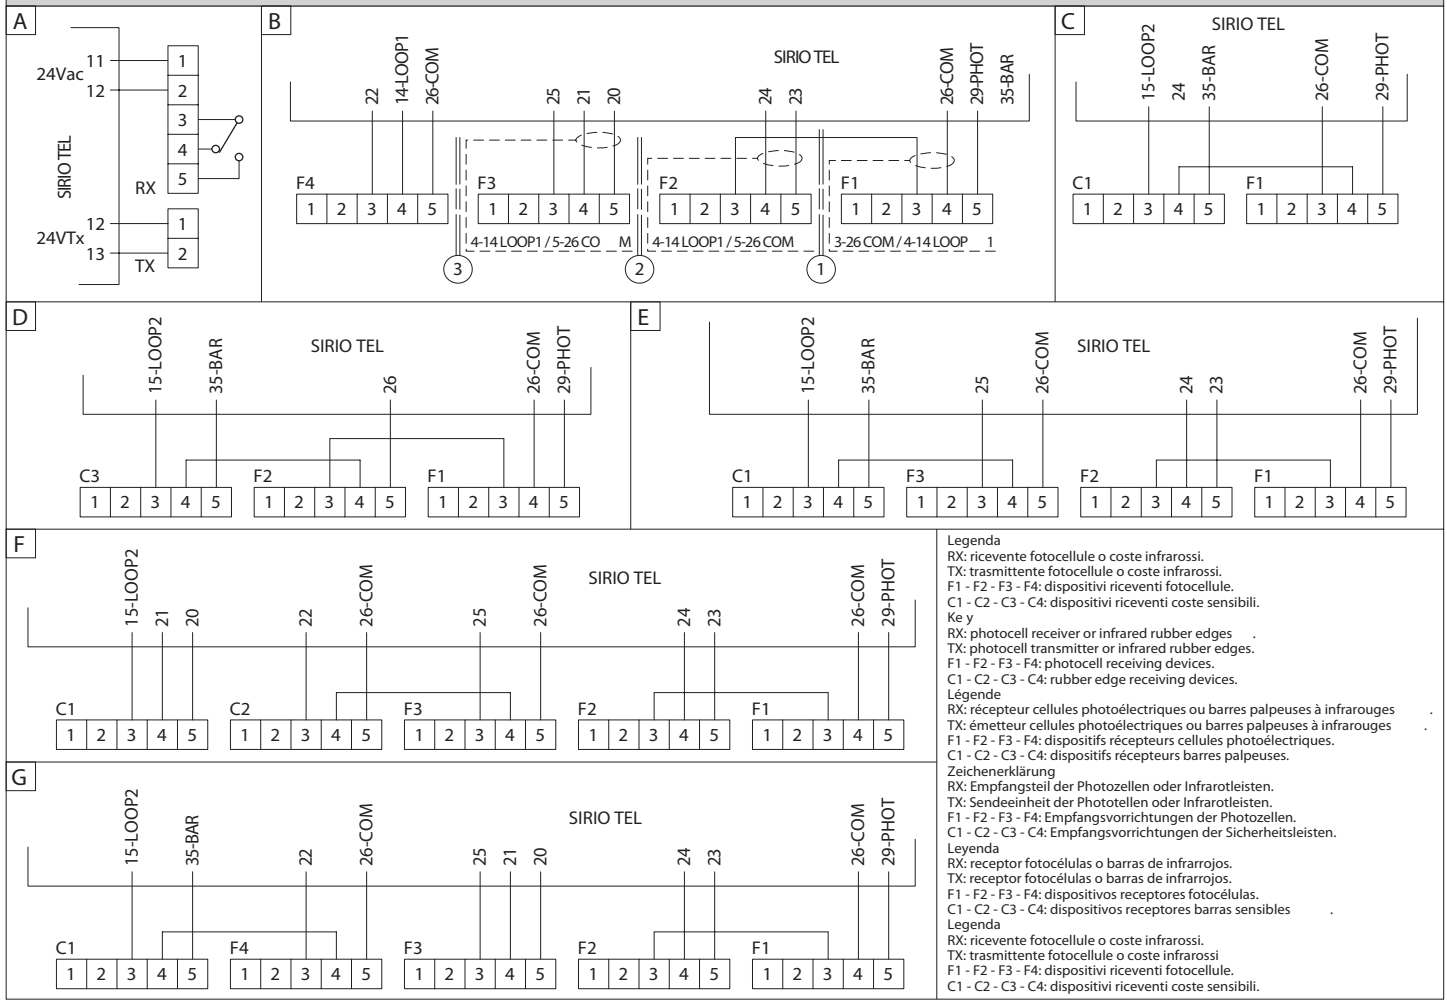

Рис. 20
- Прикрепите предупреждающую табличку (рис.20).